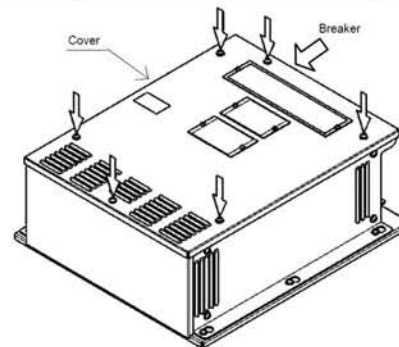

図1 [Fig.1]
1) ブレーカが切れていることを確認します。カバーを固定している6つのビスを緩めます。(図1)
Confirm that the circuit breaker of the NTD-2150 MF/HF Transceiver is turned off. Then loosen the screws (six places) fixing the cover. [Fig.1]